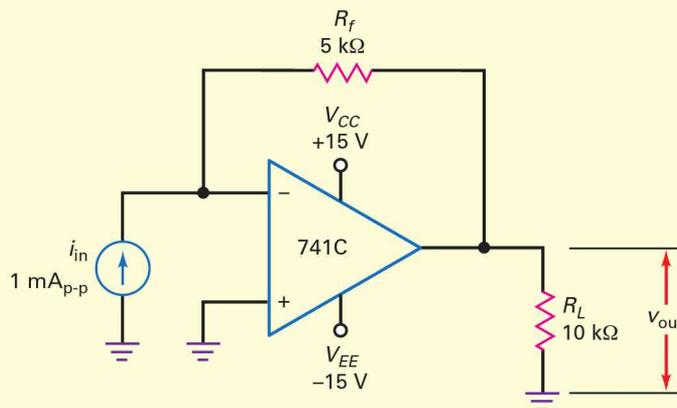

Figure 17.9
D'après la figure 17.9, quelle est la tension de sortie si la fréquence du signal d'entrée vaut 1 kHz ?
17.5 Avez-vous compris ? Reprendre la figure 17.9, passer la résistance de rétroaction à 2 k Ω et calculer v_{out} .
Que valent les impédances d'entrée et de sortie boucle fermée sur la figure 17.9 ? Utilisez les valeurs classiques du 741C.